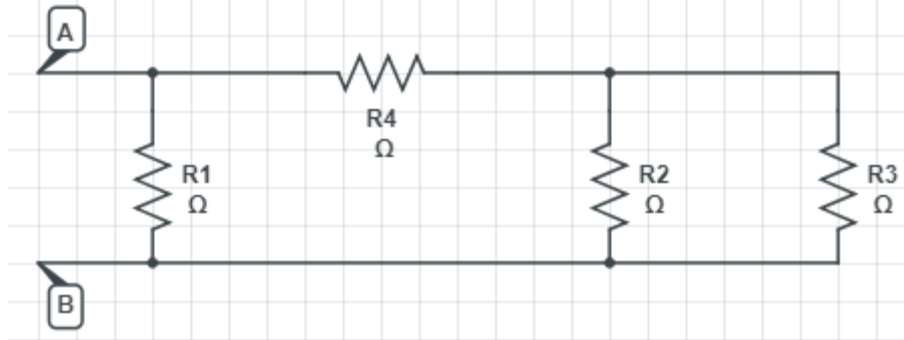

FIGURA 1. CIRCUITO 1 da associação mista de quatro resistores.
- Monte o circuito da Figura 1 abaixo no protoboard com quatro resistores;